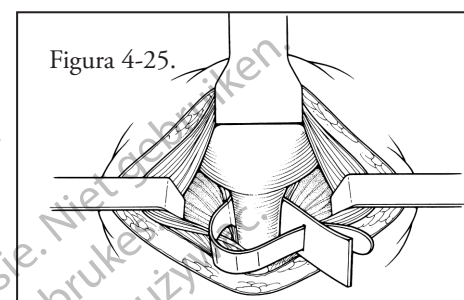

Figura 4-25.
2. Para determinar el tamaño del manguito que se necesita, mida la circunferencia de la uretra en el cuello de la vejiga con el medidor del manguito. Colóquelo en torno al cuello de la vejiga en el lugar donde vaya a implantarse el manguito. Debe ajustarse bien sin constreñir la uretra. Si se hubiera colocado un catéter en la uretra, deberá extraerlo antes de medir el cuello de la vejiga. **(Figura 4-25)**